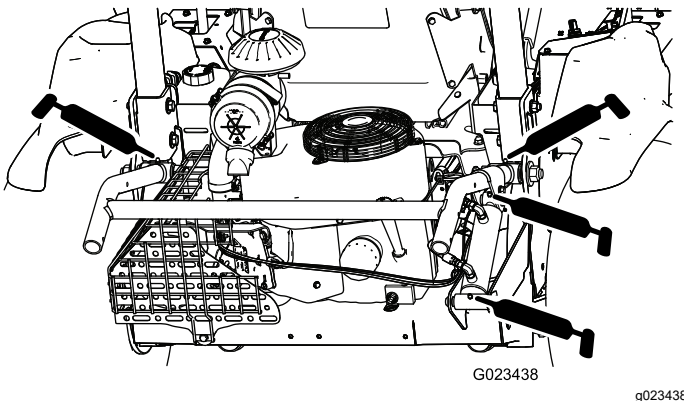

Figure 36
- Barre de levage d'accessoire (4) – Figure 36